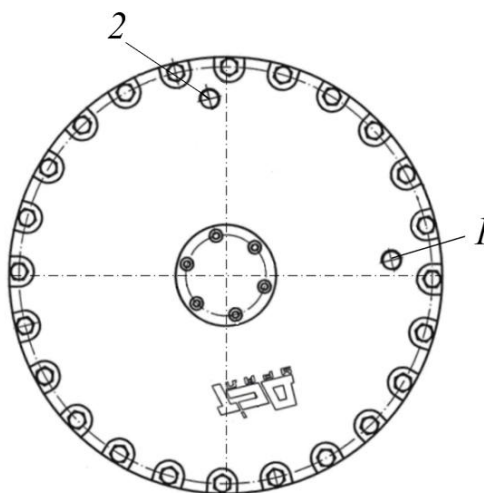

Рисунок 5.70. Процедура проверки уровня масла в бортовом редукторе
- Двигая машину назад и вперед установить редуктор в позицию, когда отверстие 2 располагается практически вертикально, а отверстие 1 находится справа или слева от центра редуктора, выше горизонтальной линии примерно на 5°, см. рис. 5.70.
- Очистить поверхность редуктора в местах расположения пробок для контроля и заливки масла от загрязнений (для исключения попадания грязи во внутреннюю полость редуктора), рис. 5.70.
- Отвернуть пробку отверстия для контроля масла 1, рис. 5.70.
- Вынуть пробки отверстий 1 и 2, рис. 5.70.
- Через отверстие 2, рис. 5.70, заправить в редуктор новое масло. Заправку производить до момента, пока из контрольного отверстия 1, рис. 5.70, не начнет вытекать масло.
- ▶ Замыть (зачистить) следы подтеков масла из отверстий, рис. 5.70, легкоиспаряющейся жидкостью или чистой ветошью.